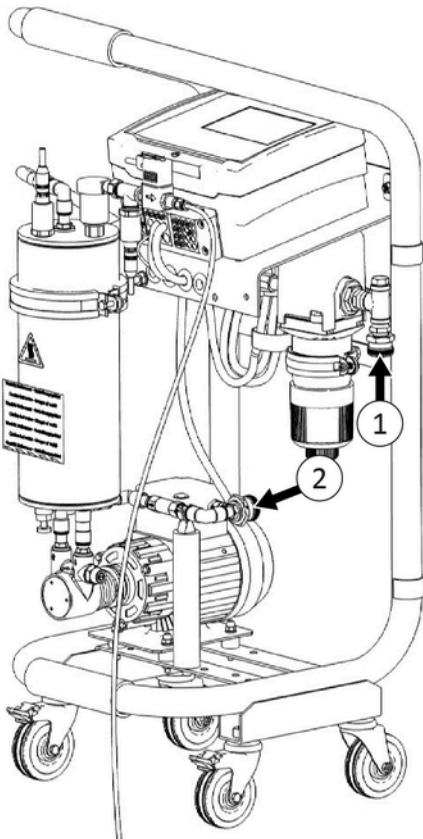

Abb. 12: JHAF an Kreislaufsystem anschließen
2. Die JHAF mit Hilfe der Anschlusschläuche an das Kreislaufsystem anschließen (siehe Abbildung 12).